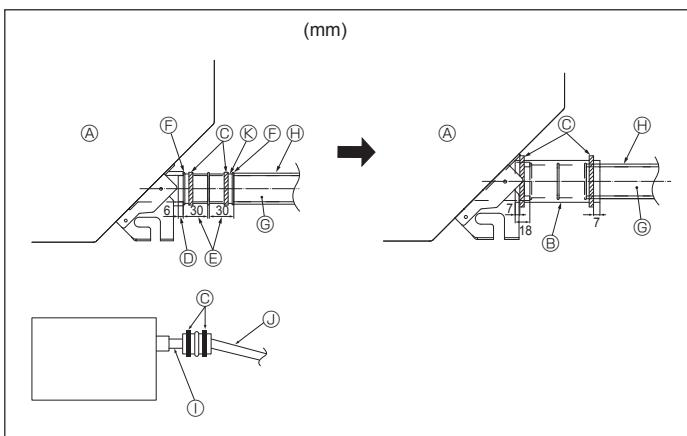

Fig. 5-2
- Podłączyć gniazdo spustowe (dostarczone z urządzeniem) do portu spustowego. (Fig. 5-2).